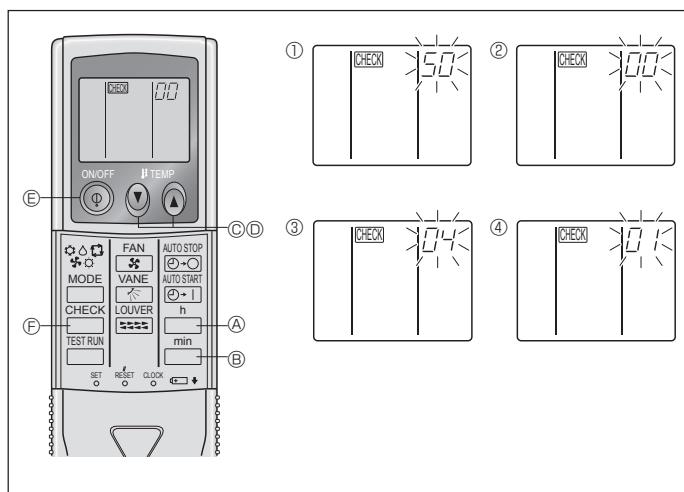

Fig. 6-10
2) För trådlös fjärrkontroll (Fig. 6-10)